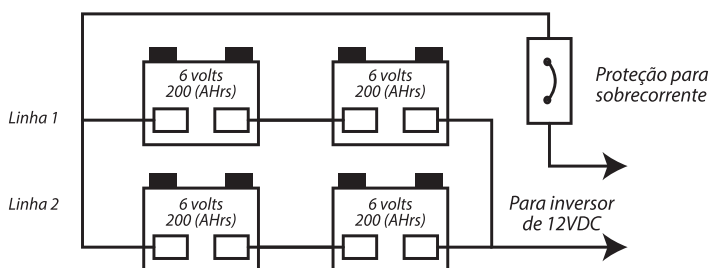

Figura 8:
3. Associação em série-paralelo: Uma configuração em série-paralelo eleva ambos, a tensão (para atingir o necessário para o funcionamento do inversor) e capacidade (para aumentar o tempo de operação), utilizando baterias menores e de tensão mais baixa. No exemplo abaixo (Figura 8), quatro baterias de 6V em CC com 200Ah de capacidade, resultam em um sistema combinado de 12V em CC com 400Ah de capacidade.